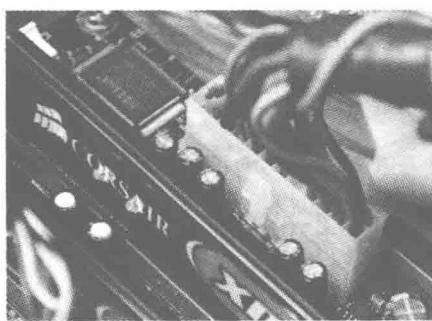
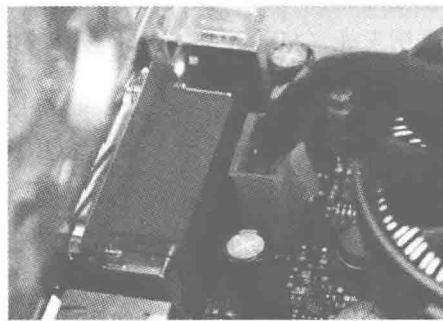

图 1.25 主板 ATX 电源的连接
图 1.26 给 CPU 供电的四相插头
(6) 连接电源线。首先连接 20 芯主板电源线。将电源线插头插入主板电源插槽中，如图 1.25 所示。然后连接电源 4 芯电源线，如图 1.26 所示。